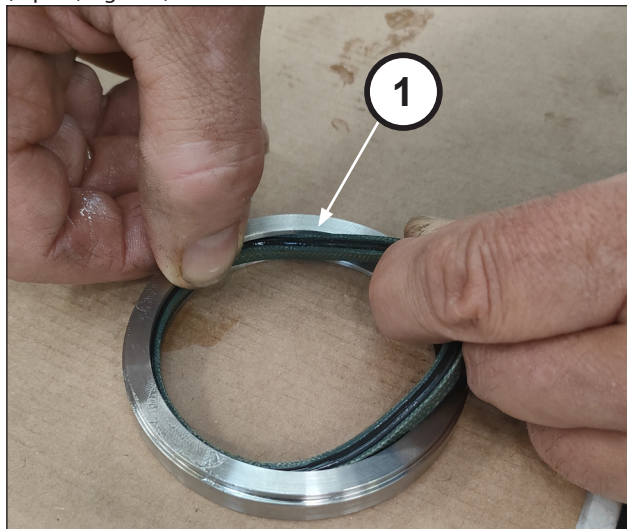

Fig. 148
Placer le joint de basse pression dans l'anneau des joints LP (rep. ①, Fig. 148).